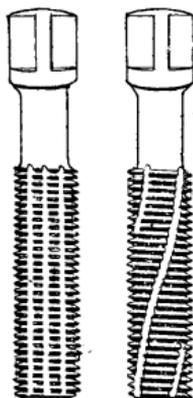

Fig. 655. 656
**TARAUDE MÈRE** (fig. 655). — Le taraud mère est celui qui sert à faire les coussinets, les lunettes des filières; il doit être fait avec de l'acier fondu de première qualité et être recuit avant d'être tourné. Il doit être cylindrique et fait avec le plus de précision possible, car c'est de lui que dépend beaucoup le bon ou le mauvais travail de taraudage de boulons; chacun doit donc y apporter toute son
Il doit avoir cinq rainures droites (fig. 655) ou peu inclinées en hélice (fig. 656) pour les petits